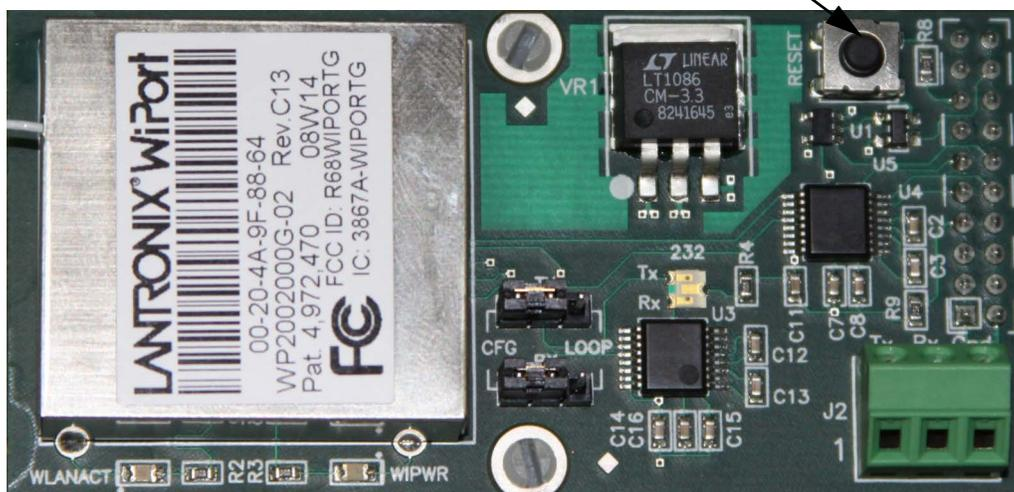

Figure 4-8. Emplacement du bouton de réinitialisation manuelle sur la carte WLAN en option
6. Réinitialisez la carte WLAN en option en appuyant sur le bouton de réinitialisation manuelle indiqué sur l'Figure 4-8, puis tout de suite après son relâchement, entrez trois caractères x en minuscules (xxx) simultanément.